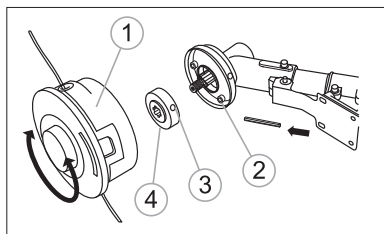

fig. 6
2. Halten Sie die Stange in die Bohrungen 2 und 3 des Getriebetopfes und der Flanschscheibe 4 und schrauben Sie die Spule gegen den Uhrzeigersinn bis zum Anschlag ein (Abb. 6).